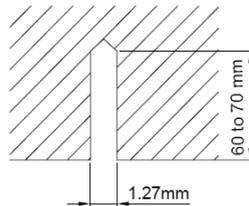

Abb. 7
- (2). Die Bolzen an einer Deckenstelle montieren, die das Einheitsgewicht ertragen kann. Die Bolzenstellen mithilfe der Montagebohrlehre markieren. Mit einem Bohrer Deckenbohrungen mit einem Durchmesser von 12,7 mm (1/2") durchführen (Abb. 7)